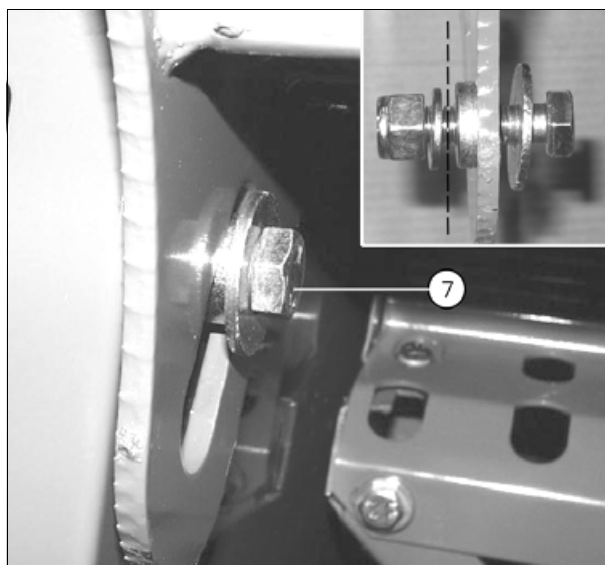

Рис. 2.
- Порядок установки различных деталей на болты подвески см. на рис. 2.